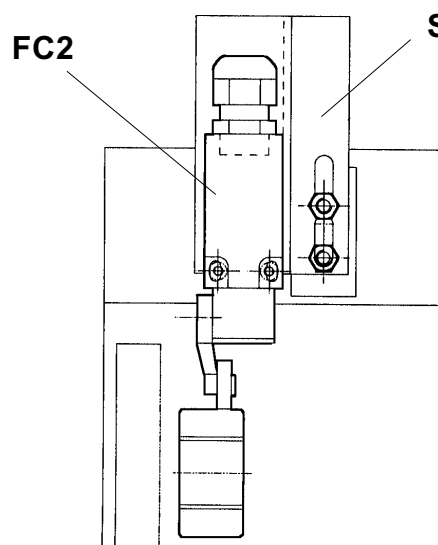

Fig. 19
Poi la discesa prosegue ma in contemporanea suona la sirena per avvisare l'operatore che le pedane si trovano ad una altezza pericolosa (vedi anche istruzioni uso del sollevatore cap.5). Se ciò non avviene registrare il micro **FC2** (Fig. 19) tramite le viti del supporto (S).
ground. Then the lift will continue to descend but at the same time the alarm will sound to warn the operator that the footboards are at a dangerous height (also see instructions for using the lift, Chapter 5.). If this does not happen, adjust the microswitch **FC2** (Fig. 19) using the support screws (S).
dem Fussboden kurz anhalten. Sie setzt dann die Absenkbewegung fort und gibt gleichzeitig einen Alarm von sich, um dem Bediener die gefährliche Fahrschienenhöhe zu melden (siehe auch "Anweisungen für die Bedienung der Hebebühne" Kapitel 5). Sollte diese Funktion nicht erfolgen, den Mikroschalter **FC2** (Abb. 19) über die Schrauben der Halterung (S) einstellen.
I). Le pont élévateur doit arrêter sa course de descente lorsqu'il arrive à une hauteur de 12 ou 15 cm du sol et la reprendre en même temps qu'un avertisseur sonore s'enclenche pour signaler à l'opérateur que les chemins de roulement se trouvent à une hauteur dangereuse (voir aussi le mode d'emploi du pont élévateur au chapitre 5). Si cela ne se vérifie pas, il faut régler le microrupteur **FC2** (Fig. 19) en intervenant sur les vis du support (S).
Durante la bajada, el elevador debe pararse a una altura de 12-15 cm. del suelo. Luego la bajada continúa, pero contemporáneamente suena la sirena para avisar al operador de que las tarimas se encuentran a una altura peligrosa (ver también las instrucciones de uso del elevador cap. 5). Si esto no sucede, ajuste el microinterruptor **FC2** (Fig. 19) mediante los tornillos del soporte (S).